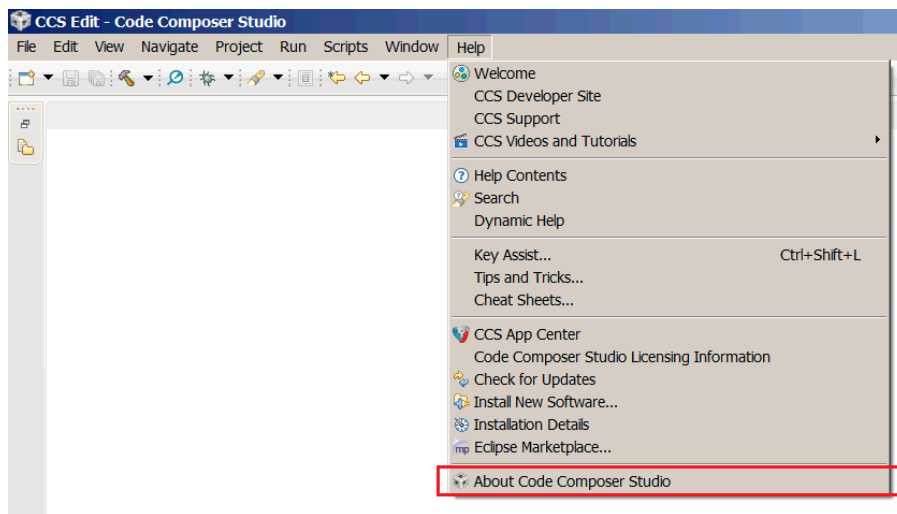

图 2. 关于 Code Composer Studio
- (a) 选择关于 **Code Composer Studio (About Code Composer Studio)**（帮助 (Help) 菜单中，请参见图 2）。